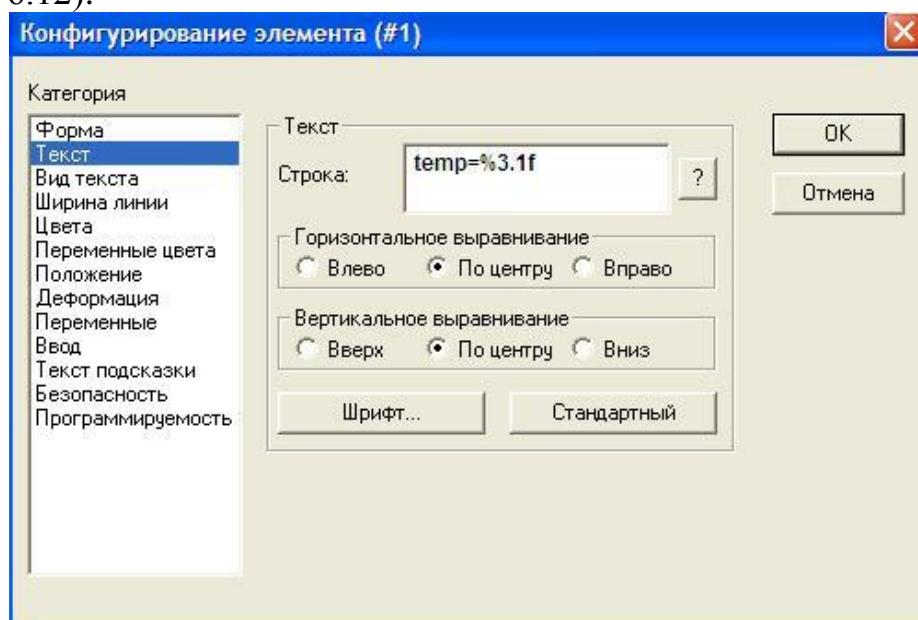

Рисунок 6.12
- В поле 'Рядок' (Content) категорії 'Текст' (Text) введіть "temp=%3.1f" (рис. 6.12).